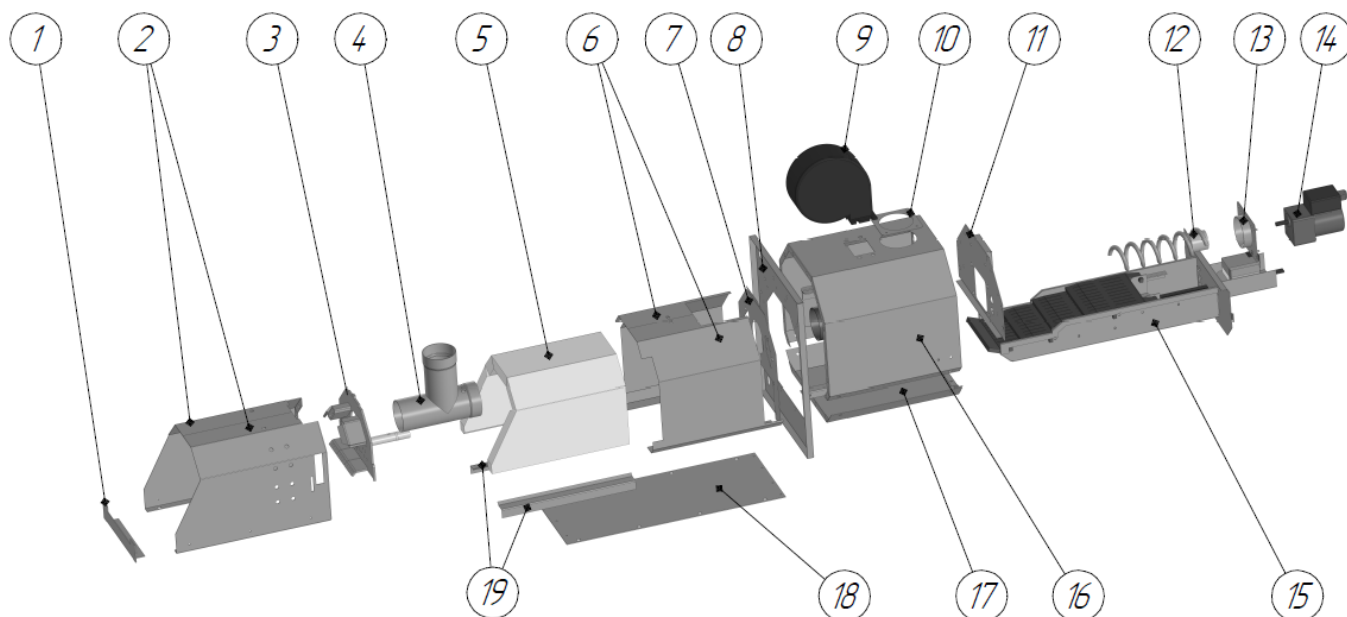

Рис.2 Устройство горелки
3.1. Устройство горелки представлено на рис.2. Наименования комплектующих приведены в таблице 1.